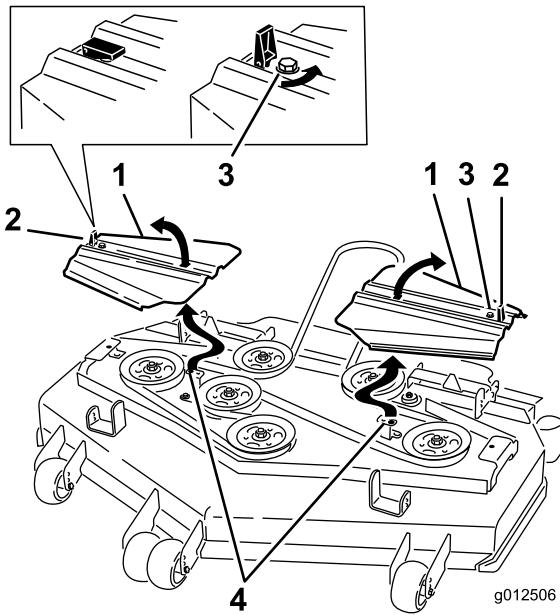

Bild 62
12. Setzen Sie die Riemenabdeckungen auf. Die Laschen sollten in den Schlitten stecken. Setzen Sie die Schrauben und schließen Sie die Laschen (Bild 62).